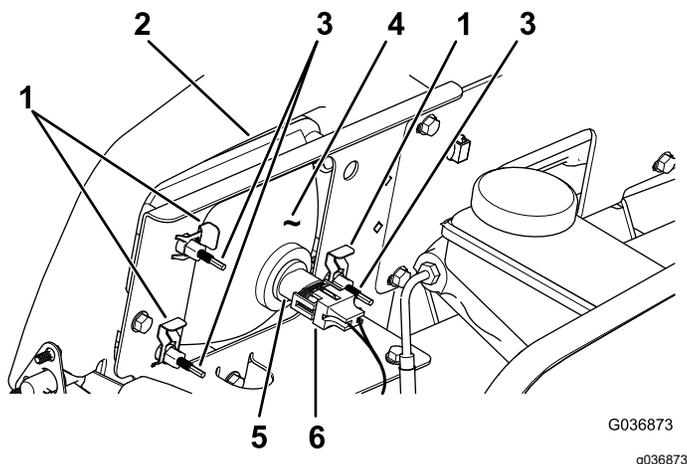

Figura 53
3. Scollegate il connettore elettrico del cablaggio dal connettore del gruppo luci (Figura 53).
4. Togliete i fermagli che tengono bloccato il faro anteriore sulla relativa staffa (Figura 53).
5. Rimuovete il gruppo faro anteriore spostandolo in avanti attraverso l'apertura nel paraurti anteriore (Figura 53).
6. Montate il nuovo faro anteriore attraverso l'apertura nel paraurti (Figura 53).
8. Collegate il connettore elettrico del cablaggio al connettore del nuovo gruppo luci (Figura 53).
2. Sul retro del gruppo faro, ruotate le viti di regolazione (Figura 53) per ruotare il gruppo faro e allineare la posizione di getto del fascio.